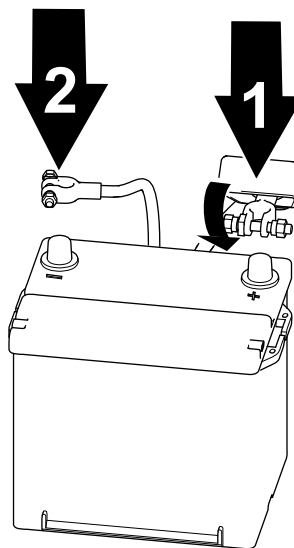

Figura 57
1. Collegate il cavo positivo alla batteria e serrate il dado della fascetta della batteria (Figura 57).
2. Collegate il cavo negativo alla batteria e serrate il dado della fascetta della batteria (Figura 57).